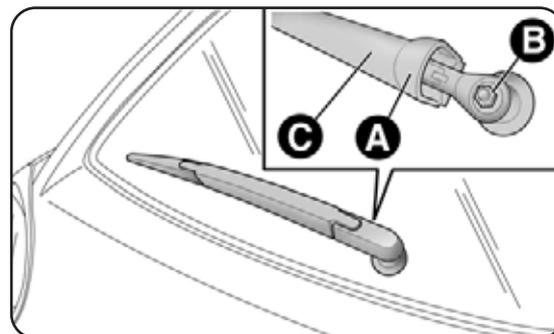

fig. 9
- levantar a cobertura A-fig. 9, desapertar a porca B e remover o braço C;